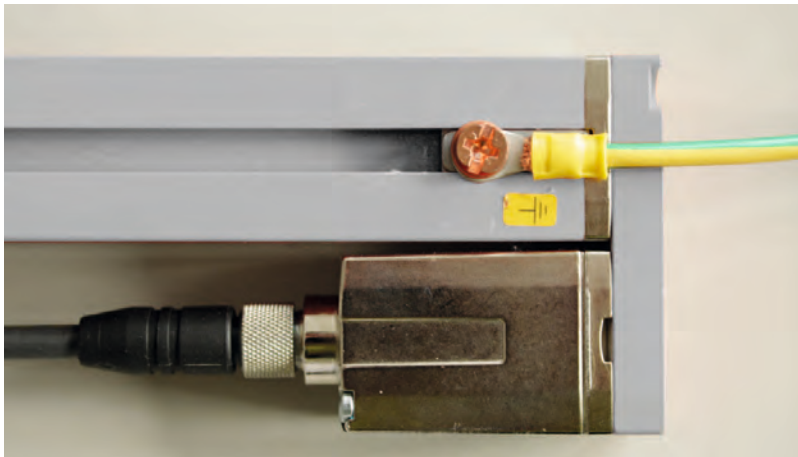

Figura 7.1: Applicazione del potenziale di terra sulla cortina fotoelettrica
- ☞ Collegare l'alloggiamento del trasmettitore e del ricevitore della cortina fotoelettrica con il conduttore di protezione sul centro stella della macchina FE tramite la vite PE posta sul tassello scorrevole di messa a terra (vedi figura 7.1).